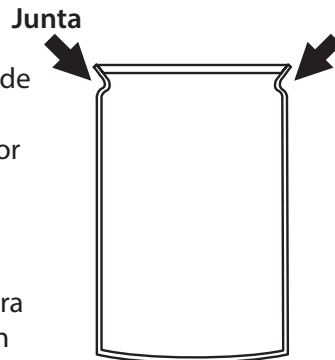

FIGURA 1
2. Lubrique la junta tórica más pequeña con aceite de cocina e instálela en la ranura en la parte superior del colector (consulte la Figura 1).